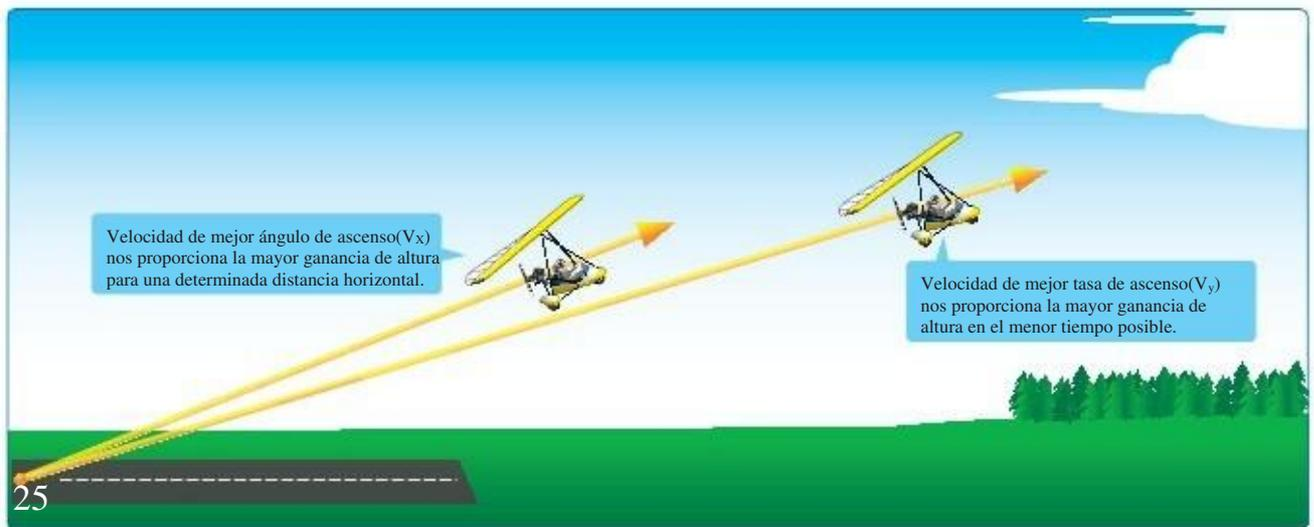

Figura 6-14. Mejor ángulo de ascenso ( $V_x$ ) versus mejor tasa de ascenso ( $V_y$ ).
- Mejor ángulo de ascenso ( $V_x$ )—la velocidad a la cual el ascenso será el mayor posible para una determinada distancia horizontal.  $V_x$  es siempre menor que  $V_y$  pero mayor que la mínima velocidad de control. Ascender a  $V_x$  dará como resultado ascender por una trayectoria lo más inclinada posible, aunque tardemos más tiempo en alcanzar la misma altitud que con  $V_y$ . Usaremos por lo tanto la  $V_x$  para salvar obstáculos después del despegue. Como  $V_x$  está más cercana a la velocidad de pérdida, deberemos de tener cuidado de no meter el trike en pérdida cerca del suelo, con consecuencias catastróficas. [Figura 6-14]